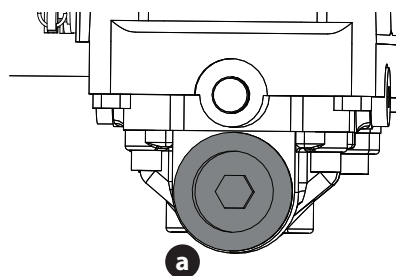

Figure 44
2. Placez un récipient approprié sous le bouchon de vidange (a) de la transmission. Retirez le bouchon de vidange (a) et laissez l'huile de transmission s'écouler (Figure 44).